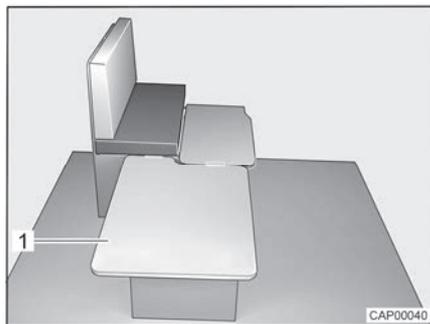

Fig. 43 Durante la transformación
- Enganchar la tabla de apoyo (Fig. 43,1) lateralmente en el banco y colocarla en la mesa.